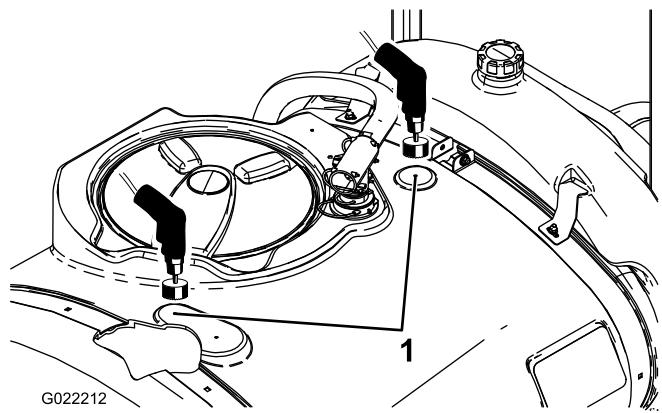

Figure 4
- Localisez les deux emplacements de perçage repérés sur la cuve principale (Figure 4).